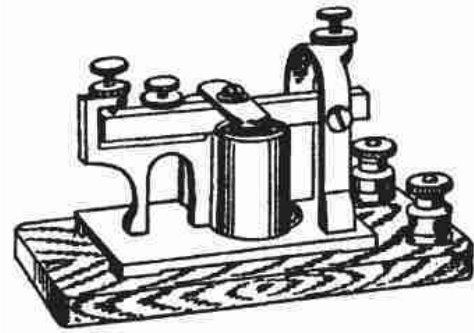

Fig. 29
10. *The Telegraph Sounder* (Fig. 29).—